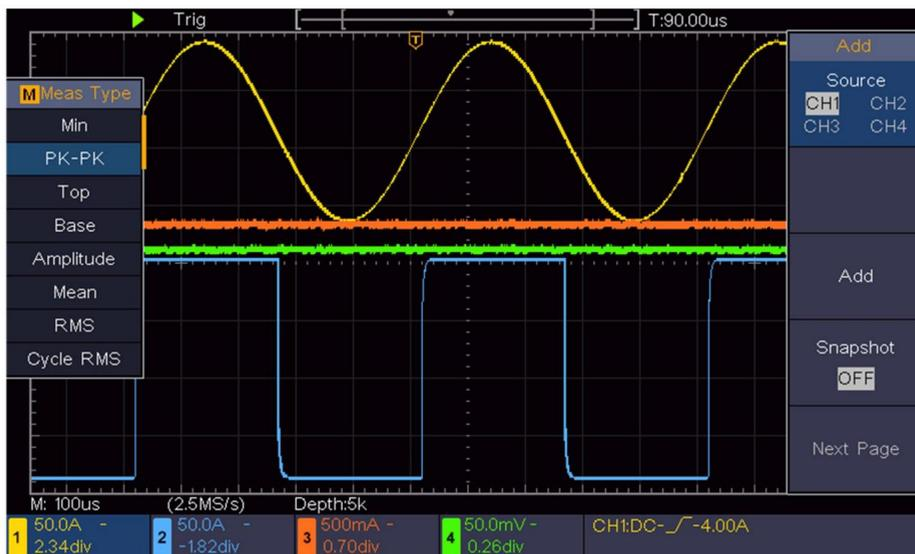

Figura 6-2 Forma d'onda della misurazione del guadagno
- (1)Premere il pulsante **Autoset** e l'oscilloscopio si regolerà automaticamente le forme d'onda dei due canali nello stato di visualizzazione corretto.
- (2)Premere il pulsante **Misura** per visualizzare il menu corretto.
- (3)Selezionare **CH1** nel menu a destra.
- (4)Nel menu Tipo a sinistra, ruotare la manopola **M** per selezionare **PK-PK**.
- (5)Nel menu di destra, seleziona **Aggiungi**. Viene aggiunto il tipo picco-picco di CH1.
- (6)Selezionare **CH2** nel menu a destra.
- (7)Nel menu di destra, seleziona **Aggiungi**. Viene aggiunto il tipo picco-picco di CH2.
- (8)Leggere le tensioni picco-picco del Canale 1 e del Canale 2 dal in basso a sinistra dello schermo (vedere *Figura 6-2*).
- (9)Calcolare il guadagno dell'amplificatore con le seguenti formule.